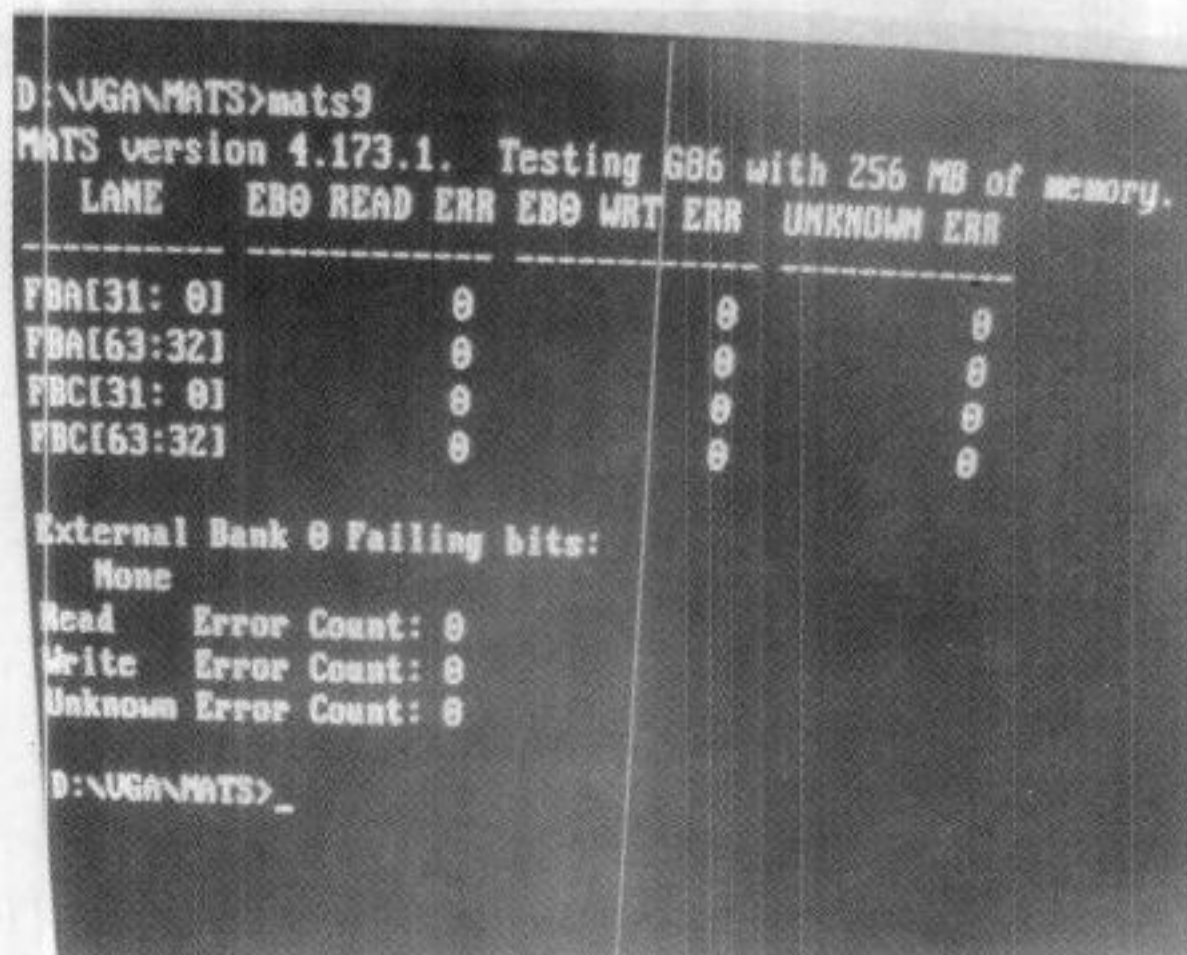

图 5-82 测试完毕
(5) 加焊完上机测试, 不花屏了, 运行 MATS 进行全面测试, 如图 5-82 所示。